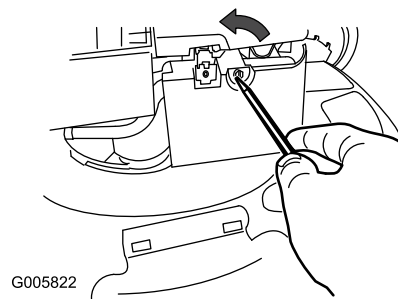

Figure 16
1. Ouvrez le couvercle du filtre à air avec un tournevis (Figure 16)